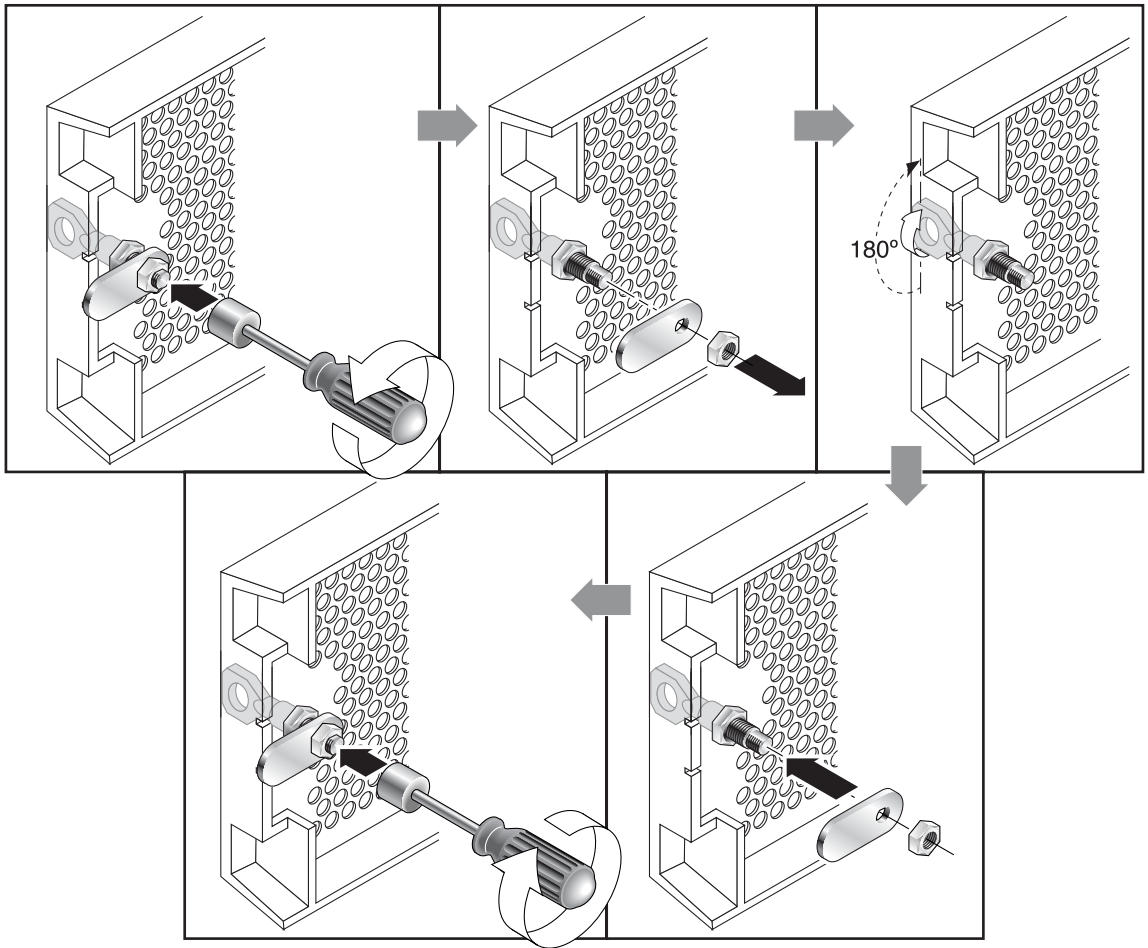

图 4-2 更改前盖锁以使钥匙无法取出的步骤
3. 将钥匙保持在正确的位置，然后使用 12 毫米或 3/8 英寸螺母扳手卸下用于固定棘爪的锁定螺母，如图 4-2 中的第一幅图所示。
4. 将棘爪取出锁体的螺纹部分，如图 4-2 中的第二幅图所示。
6. 使用钥匙将锁旋转 180 度，如图 4-2 中的第三幅图所示。
7. 沿着前面所述的方向装回棘爪，如图 4-2 中的第四幅图所示。
- 将钥匙插入正确的位置，然后使用螺母扳手重新拧紧用于固定棘爪的锁定螺母，如图 4-2 中的第五幅图所示。注意不要超出螺母的螺纹部分。